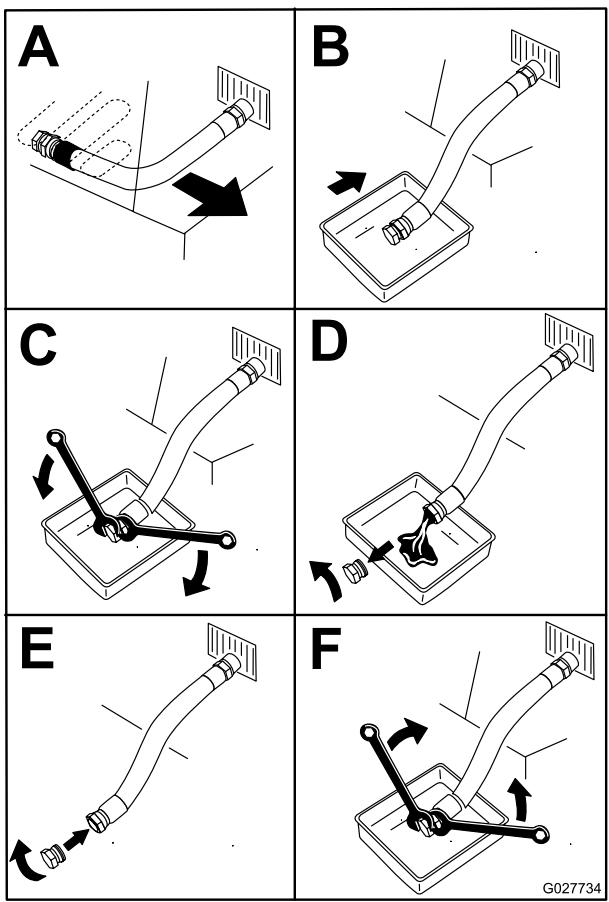

Figure 47
- Avant de quitter la position d'utilisation, coupez le moteur, enlevez la clé de contact et attendez l'arrêt complet de toutes les pièces mobiles (Figure 47).